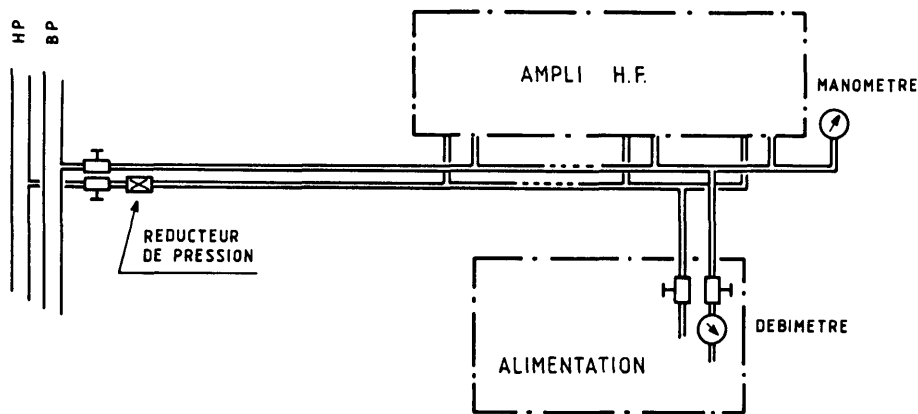

Fig. 6 CIRCUIT HYDRAULIQUE
- Fig 6** - Circuit hydraulique
Les ponts redresseurs sont refroidis à l'eau déminéralisée selon le branchement représenté en figure 6. Chaque ensemble alimentation- ampli HF est connecté sur le même réseau.